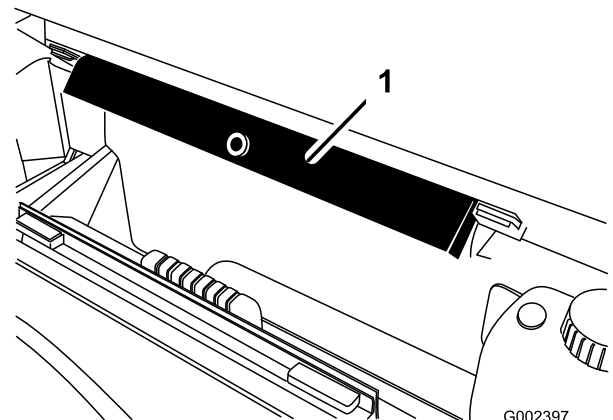

Figure 83
10. Sortez la béquille de sécurité des supports de rangement au dos du panneau du système ROPS (Figure 83).